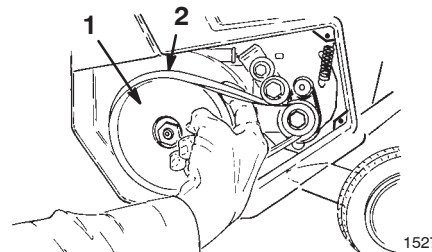

Bild 17
- Drehen Sie die Rotorblätter mit der linken Hand und schieben Sie gleichzeitig den Riemen mit der rechten Hand von der großen Spanscheibe (Bild 17).
- Nehmen Sie den großen Riemen ab. Schieben Sie ihn langsam von der kleinen Spannscheibe (Bild 17).